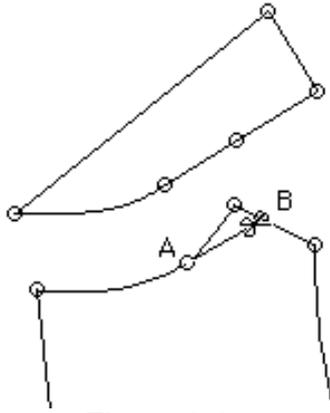

Figura 2-27.
2. Haga clic primero en el punto A y luego en el punto B como se muestra en la figura 2-27.